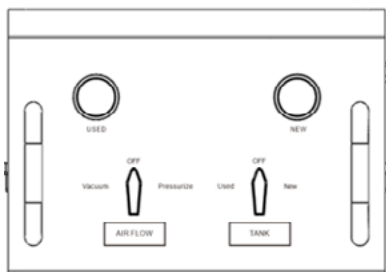

Fig 1.
1. Posicion inicial (Fig.1, Fig. 2, Valvulas cerradas).